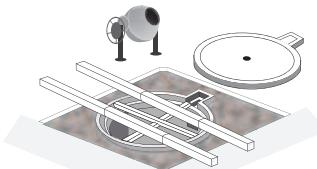

Fig. 4a
1. Fissare il telaio applicando il prodotto di fissaggio (malta cementizia) fino al rifiuto (la malta cementizia deve traboccare dalle asole del telaio e fino ad un'altezza di 3 cm dal bordo del telaio). Non riempire tutto il volume della casseratura, ma lasciare 3 cm per l'asfaltatura! (fig 4A)
1. Secure the frame by applying the product (cement mortar). Allow the cement mortar to overflow the slots in the frame up to a height of 3 cm from the edge of the frame. Do not fill the whole formwork area, but leave 3 cm for the asphalt! (Fig. 4A) (fig 4A)
1. Fixer le cadre en appliquant le produit de fixation (laitier de ciment) jusqu'à l'égout (le mortier doit déborder des bords du cadre et jusqu'à une hauteur de 3 cm du bord du cadre). Ne pas remplir tout le volume du coffrage, mais laisser 3 cm pour l'asphaltage ! (fig. 4A)